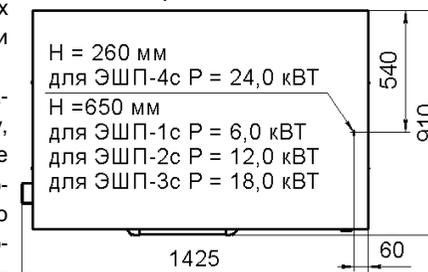

Рис.5
6.9 Рекомендуем, подвод электропитания к шкафу производить, скрытой в полу, трубной разводкой. Диаметр трубы – не менее 1/2" (Ø=22мм), см. рис.5. Электропровода, заводимые в шкаф, до клеммного блока, должны иметь термостойкую изоляцию, с температурой длительной эксплуатации не менее 150°C.